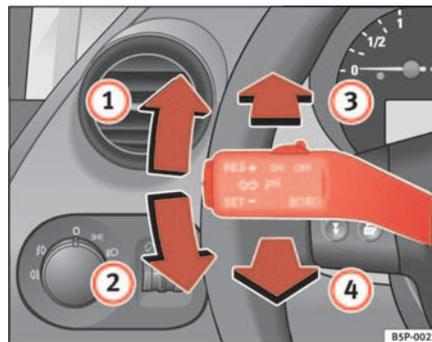

Fig. 78 Levier des clignotants et de l'inverseur-codes
- Soulevez le levier jusqu'en butée ⇒ page 120, fig. 78 ① pour actionner les clignotants **droits** ou abaissez-le jusqu'en butée ② pour actionner les clignotants **gauches**.
- Tournez la commande d'éclairage en position ③.
- Poussez le levier vers l'avant ⇒ page 120, fig. 78 ③ pour allumer les feux de route.